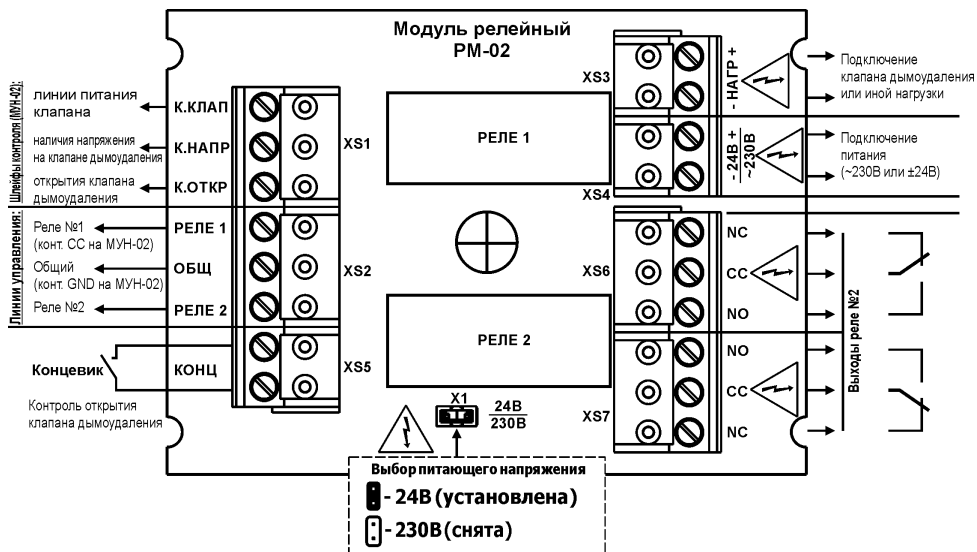

Рисунок 1 - Внешний вид платы PM-02 и её схема подключений
➤ **Плата PM-02** (см. Рисунок 1) установлена внутри корпуса и предназначена для реализации основных функциональных возможностей модуля PM-02.
- разъём (клеммная колодка) для подключения шлейфов контроля состояния клапана дымоудаления (см. Рисунок 1 и Таблицу 2);
- разъём (клеммная колодка) для подключения линии управления и питания модуля (см. Рисунок 1 и Таблицу 2);
- разъём (клеммная колодка) для подключения клапана дымоудаления или иной нагрузки (см. Рисунок 1 и Таблицу 2);
- разъём (клеммная колодка) для подключения напряжения питания нагрузки - (см. Рисунок 1 и Таблицу 2);
- два разъёма (клеммные колодки) для подключения нагрузки (клеммы на реле №2 модуля - (см. Рисунок 1 и Таблицу 2);
- переключка выбора питающего напряжения нагрузки - (см. Рисунок 1 и Таблица 3).
Все входные и выходные цепи подключаются к модулю в соответствии со схемой подключения (Рисунок 1) с помощью клеммных колодок, расположенных на плате PM-02.
Подключить провода к соответствующим клеммам на плате модуля PM-02 (Рисунок 1).
В зависимости от значения питающего напряжения нагрузки установить/снять перемычку X1 (см. Рисунок 1 и Таблица 3).